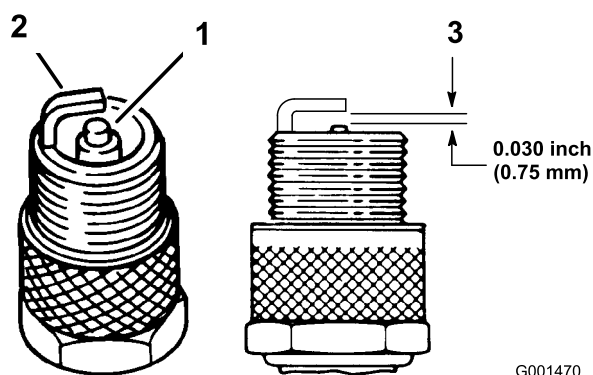

Figure 25
- Examinez le centre des bougies (Figure 25). Si le bec de l'isolateur est recouvert d'un léger dépôt gris ou brun, le moteur fonctionne correctement. S'il est couvert d'un dépôt noir, c'est généralement signe que le filtre à air est encrassé.
- Contrôlez l'écartement entre l'électrode centrale et l'électrode latérale (Figure 25). Courbez l'électrode latérale (Figure 25) si l'écartement est incorrect.
- Connectez les bougies (Figure 25).